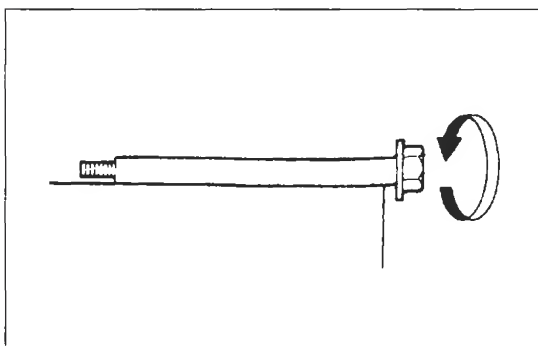

Bild 160
- $\sqrt{\text{V}}$ Radachse über Richtplatte rollen und so Verzug feststellen (Bild 160). Bei Verzug Achse erneuern. Niemals versuchen, Achse geradezurichten.